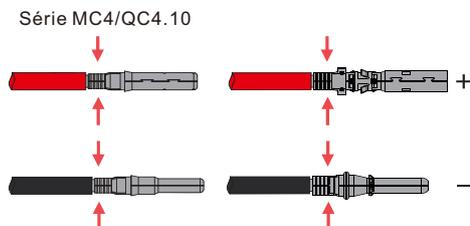

Figure 4.1-2 Câbles PV vers connecteurs PV
**Étape 2.** Connectez les câbles PV aux connecteurs PV. Voir la figure 4.1-2.